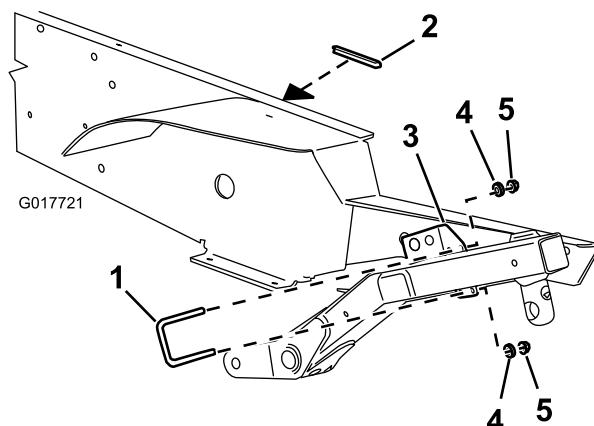

図 11
21. 右側昇降アームにカップラブラケットを取りつける；Uボルト（2本）、スペーサ（4個）、フランジナット（4個）を図 11 のように使用する。
23. 上フレームの上部、ホースの下にトリムピースを取り付ける（図 11）。